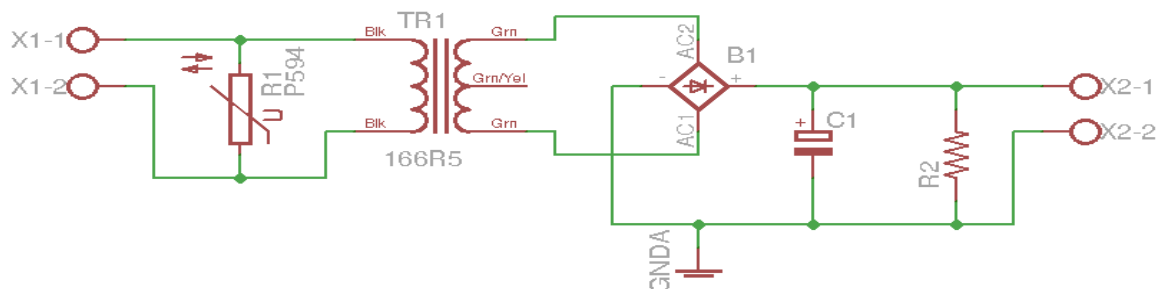

Figura 32: Fuente de alimentación sin regulador de voltaje.
1. Abra el archivo del ejercicio 1 (figura 15 de la guía anterior o figura 32 de esta guía), agregue el circuito del regulador de voltaje propuesto a continuación a los puntos X2-1 y X2-2, conecte con A y GND respectivamente.